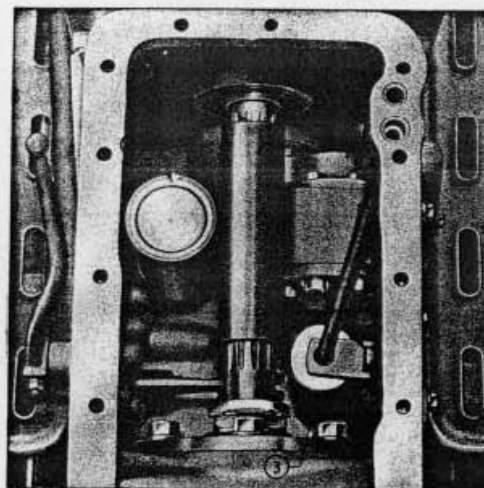

Fig. 39
2. Extraire la vis fixant le tube de retour d'huile sur le côté droit du carter de transmission (fig.39).